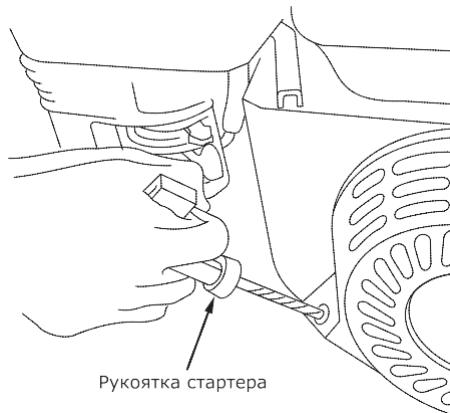

Рис. 12
- Запустите двигатель. Будьте внимательны! При вытягивании шнуря стартера шнур может создавать отдачу. Возьмитесь за ручку шнуря стартера. Медленно потяните шнур до возникновения сопротивления со стороны двигателя. Не допускайте возврата ручки обратно, продолжайте быстро тянуть ручку на полный взмах руки. Медленно (с натягом шнуря) верните ручку в начальное положение (рис. 12). Резкое отпускание ручки шнуря стартера приводит к механическому повреждению стартера, что рассматривается как негарантийный случай.